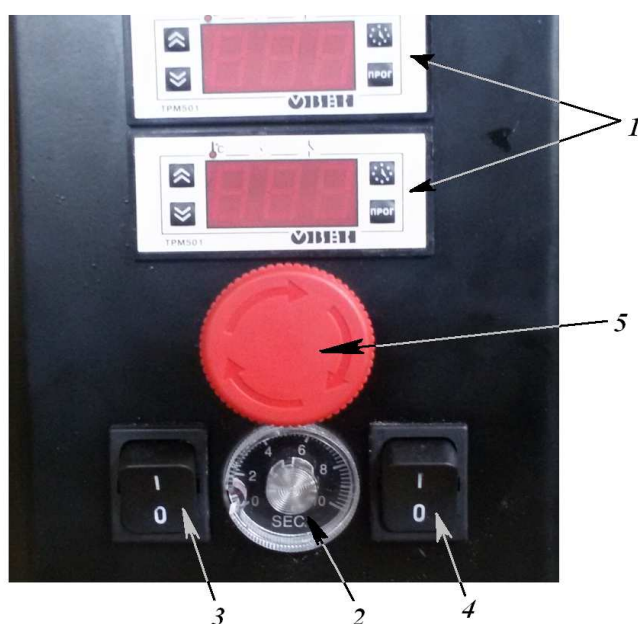

Рисунок 1
5. С помощью таймера задания продолжительности прессования (рисунок 1 поз. 2) поворотом ручки задать требуемый интервал в диапазоне от 0 до 10 секунд.
Примечание: в процессе прессования теста ручка защитной решетки удерживается до тех пор, пока нижняя рабочая поверхность не начнет опускаться. Время удержания задается с помощью таймера (рисунок 1 поз.2). При необходимости, ручку защитной решетки можно отпустить в любой момент. В таком случае нижняя рабочая поверхность опустится раньше заданного времени.
ВНИМАНИЕ! При возникновении непредвиденных обстоятельств, когда требуется немедленно остановить работу пресса, необходимо нажать на кнопку аварийного выключения (рисунок 1 поз. 5). При необходимости, отключите пресс от сети до прибытия квалифицированного обслуживающего персонала.